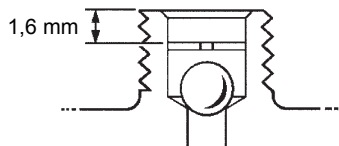

Fig. 3
- Svitare il tappo (1) dal corpo.
- Il galleggiante (4) può essere sganciato dalla leva ed il meccanismo smontato svitando la vite (8) posta al centro del tappo.
- L'otturatore (5) può essere quindi facilmente sostituito.
- La valvola di ritegno dovrà essere montata nell'alloggiamento di uscita e trattenuta in modo mobile dall'anello elastico, che è inserito a 1,6 mm sotto il livello dell'uscita come mostrato nella Fig. 3.